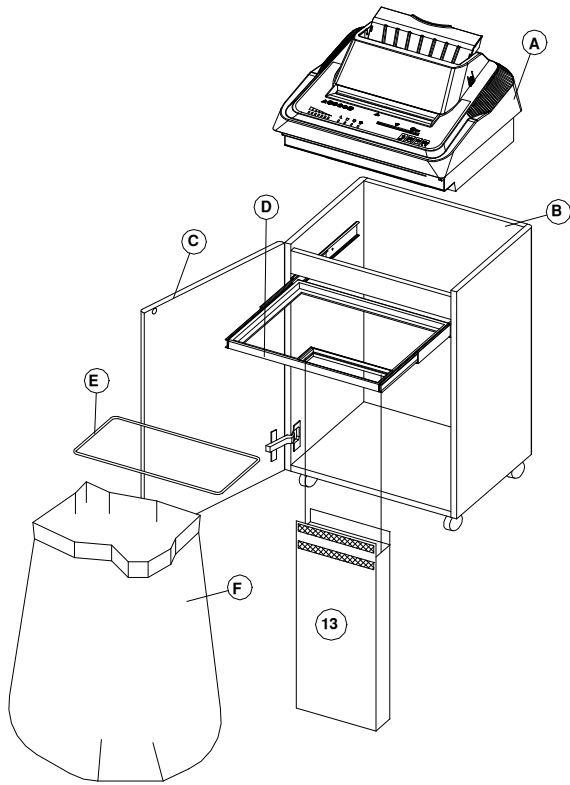

Fig.1
INSTALLATION Fig.1
Ouvrir la porte (C), extraire la structure (D) en suivant les indications de la figure 1, puis retirer le cadre porte-sac (E).